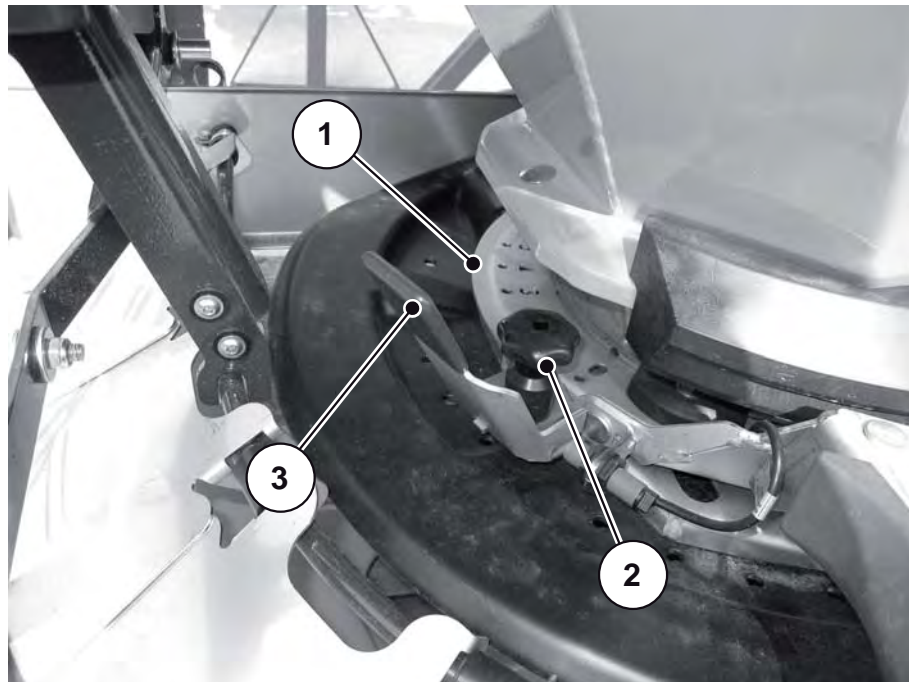

Bild 7.9: Einstellung des Halbseitenschiebers
- Senken Sie die rechte Streubreitenbegrenzung und schließen Sie den Halbseitenschieber (siehe Bild 7.9).